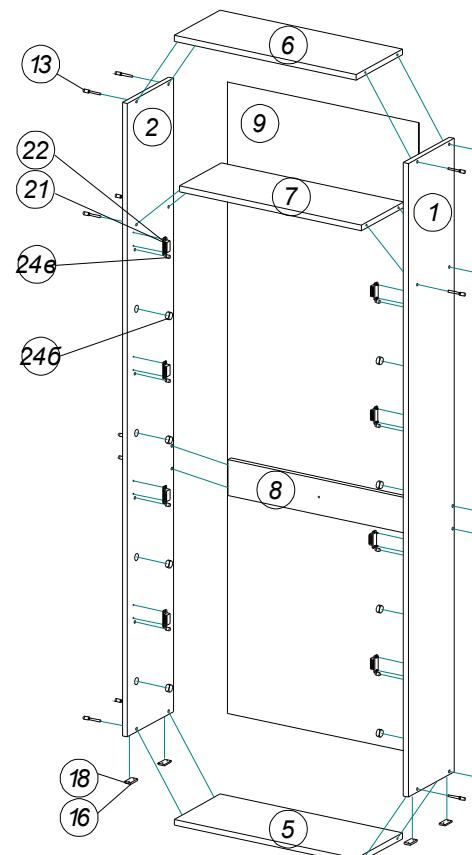

Рис.1 Сборка корпуса обувницы
1. Прикрепить гвоздями (16) под пятники (18) к боковинам (1,2) на расстоянии 20-30 мм от краев.
2. Собрать корпус обувницы в соответствии с рисунком 1. Установить магнитные защелки (22): прикрепить на боковины (1,2) магниты саморезами 3x20 (21) и к фасадам (3) ответные планки саморезами 3,5x12 (20) (рисунок 1 и 6). Установить втулки (24б) в соответствующие отверстия диаметром 20 мм на боковинах (1,2). Установить штифт-упор (24в) в отверстие диаметром 8 мм на боковинах (1,2).
3. Выверить прямоугольность корпуса обувницы (равные диагонали). Закрепить заднюю стенку (9) к корпусу обувницы согласно рисунку 2 гвоздями (16).